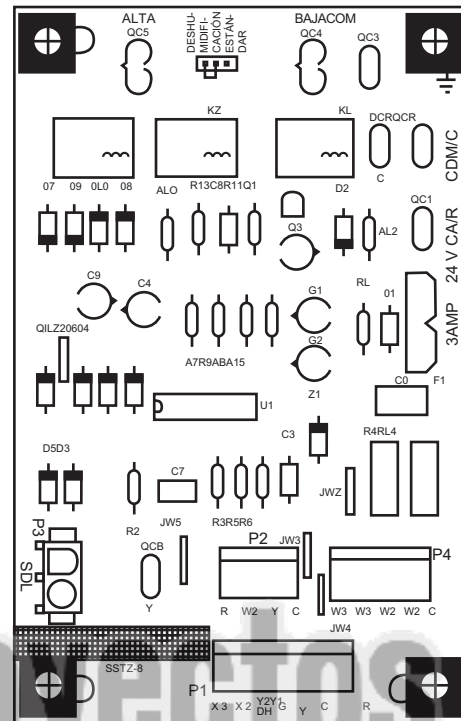

Fig. 11 – Placa de la interfaz del ventilador (IFB)
La velocidad de enfriamiento tiene la marca "LOW" (Baja) en la placa de la interfaz del ventilador (IFB) (consulte la Fig. 11). La configuración de fábrica se indica en la Table 4. Hay disponible 4 cables adicionales para la toma de velocidad que se pueden usar en la calefacción o el enfriamiento eléctricos (si desea conocer la codificación por colores de los cables del motor del ventilador de interiores, consulte la Tabla 3). Los 4 cables adicionales para la toma de velocidad se suministran sueltos con tapas de vinilo y se encuentran en la caja de control, cerca de la placa de la interfaz del ventilador (IFB) (consulte la Fig. 11).
2. Quite el cable actual de la toma de velocidad del terminal “LOW” (Baja) de la placa de la interfaz del ventilador (IFB) (consulte la Fig. 11) y coloque la tapa de vinilo sobre el conector del cable.
1. Con la Fig. 11, mueva el puente DEHUM de dos pasadores de la posición “STD” a la posición “DEHUM”.
2. Quite el cable de la toma de velocidad del terminal “LOW” (Baja) de la placa de la interfaz del ventilador (IFB) (consulte la Fig. 11).
Cuando no se utiliza la función DEHUM, la velocidad continua del ventilador será la misma que la velocidad del ventilador de enfriamiento. Cuando se utiliza la función DEHUM, el ventilador continuo funciona en la velocidad "LOW" (Baja) de la IFB cuando el cable de control de DH no tiene energía o en la velocidad "HIGH" (Alta) de la IFB cuando el cable de control de DH tiene energía (consulte la Fig. 11).